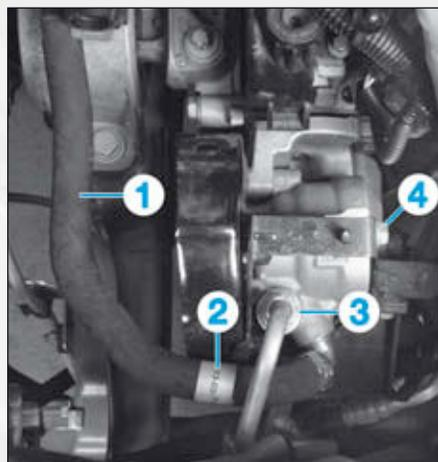

FIG. 13
- Pincer le tuyau d'alimentation de la pompe de direction assistée (1) en (2) à l'aide d'un pince-durits (Fig.13).
- Desserrer la canalisation haute pression d'assistance de direction (3).
- Déposer la vis (4).
- Pincer le tuyau d'alimentation de la pompe de direction assistée (1) en (2) (Fig.13).
- Desserrer la canalisation haute pression (3) sur le pompe.